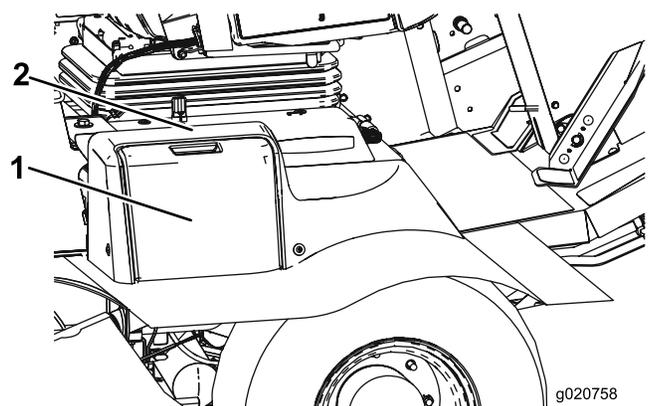

Рисунок 85
1. Откройте крышку аккумуляторной батареи сбоку на кожухе (Рисунок 85).
Примечание: Нажмите на плоскую поверхность над крышкой аккумуляторной батареи, чтобы облегчить снятие крышки (Рисунок 85).